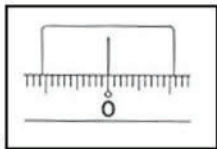

Рис.15
- 2) Наведитесь на точку А и вращайте лимб "8" до совмещения индекса с отсчетом  $0^\circ$  (Рис.15).